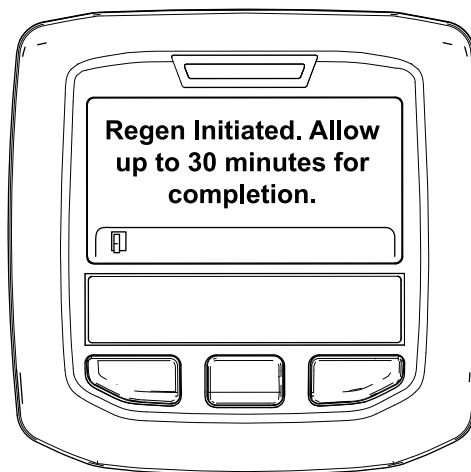

Рисунок 54
- Если регенерация разрешена, на дисплее инфо-центра появится сообщение «Regen Initiated. Allow up to 30 minutes for completion» («Регенерация запущена. Подождите 30 минут до завершения»). При появлении этого сообщения на дисплее инфо-центра подождите, пока машина не выполнит полный процесс регенерации с парковкой (Рисунок 54).